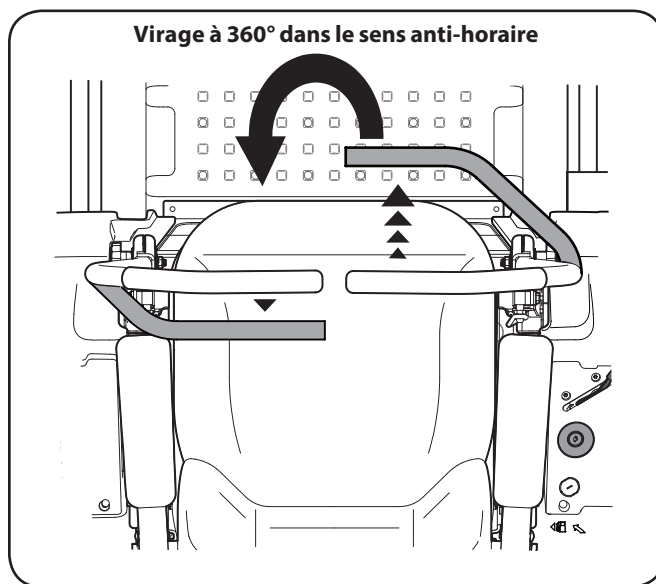

Figure 5-10
3. Pour tourner dans le sens anti-horaire, poussez la barre de conduite droite vers l'avant et tirez la barre de conduite gauche vers l'arrière. Voir Figure 5-10.